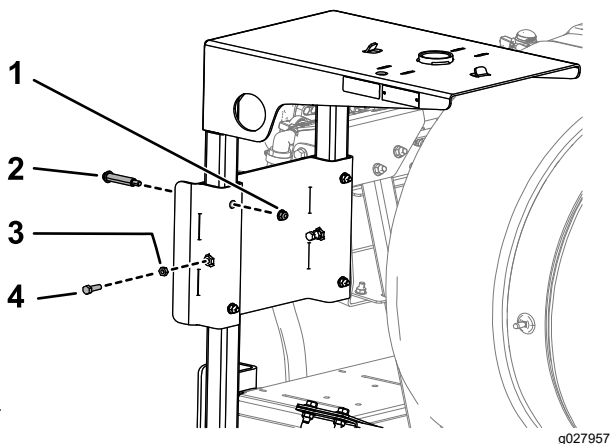

Figure 14
6. Insérez le cadre d'appui du dévidoir dans les fentes sur la patte de support et fixez l'appui au moyen de 4 boulons à épaulement, 4 écrous à embase ( $\frac{5}{16}$ "-18), 2 boulons ( $\frac{5}{16}$ "-18 x 1") et 2 écrous de blocage ( $\frac{5}{16}$ "-18), comme montré à la Figure 14.